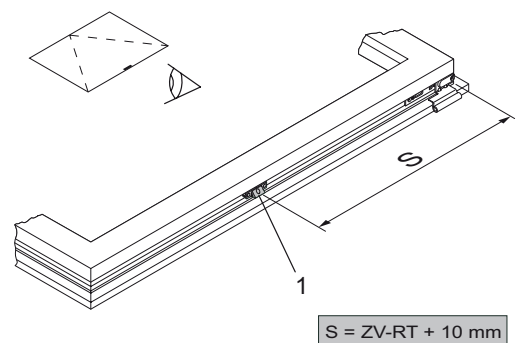

Рис. 6: Скрытый прижим ZV-FT (петлевая сторона)
10. Монтаж скрытого прижима ZV-FT на створку со стороны петель (Рис. 6):